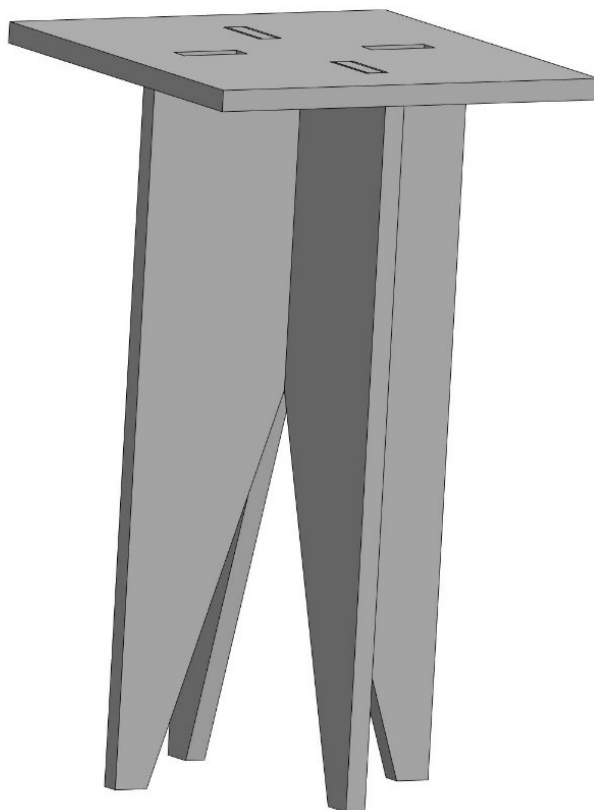

Рис. 1. Образец табуретки (не копировать!)
Задание: разработайте эскиз и изготовьте модель табурета. (Рис. 1).
1. По указанным данным, разработайте эскиз и изготовьте модель табурета (Рис. 1).